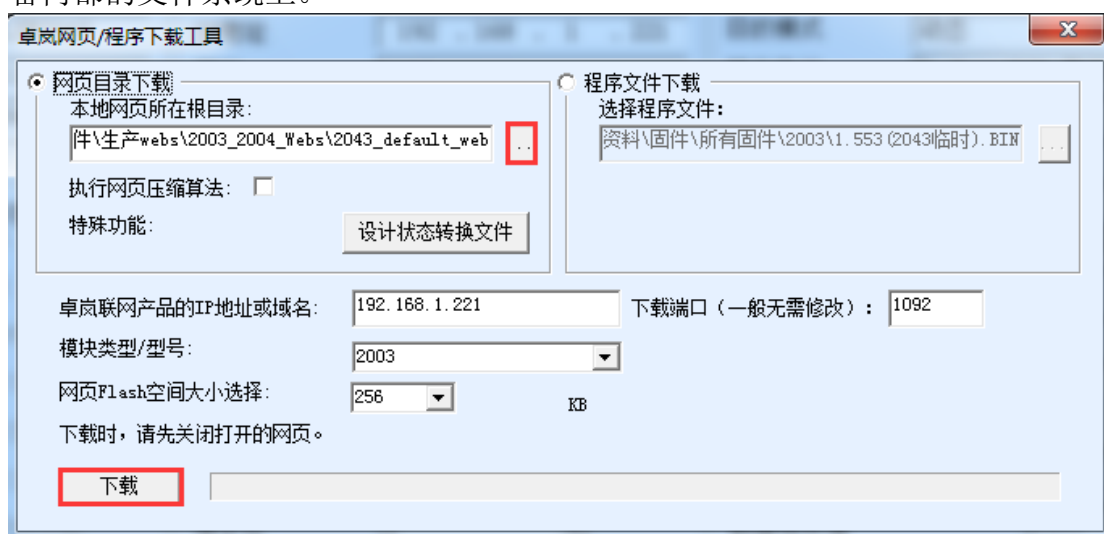

图 40 ZLSN2003 web 升级方法
- 3 如图 40 所示，选择“程序文件下载”单选项。在程序文件中，选择固件文件。串口服务器的 IP 地址部分已经自动填写好，无需再写入，模块类型/型号已经自动选择好。然后点击下载。
- 6 Web 配置界面更新：固件升级后模块内部的配置网页也需要更新，否则无法再通过 Web 配置，但是不影响通讯。无需 web 配置的也可以不下载网页。下载 Web 的方法是：如图 40 所示，将“程序文件”下载模式改为“网页目录下载”。并且选择本地网页所在根目录为需要下载的网页文件所在目录（该目录可以从卓岚获得），点击下载，将本地网页目录下的所有文件下载到设备内部的文件系统上。